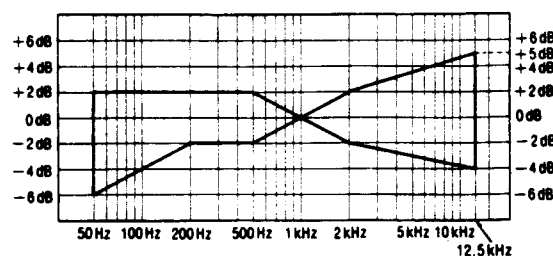

Abb. 9
6. Anschließend das auf der CrO₂-Leercassette (QZZCRX) und der Reineisenband-Leercassette (QZZCRZ) aufgezeichnete Signal auf 12,5 kHz erhöhen und auf gleiche Weise justieren, wie vorgehend beschrieben. Dann überprüfen, ob der Frequenzpegel innerhalb des in Abb. 9 gezeigten Bereichs liegt.